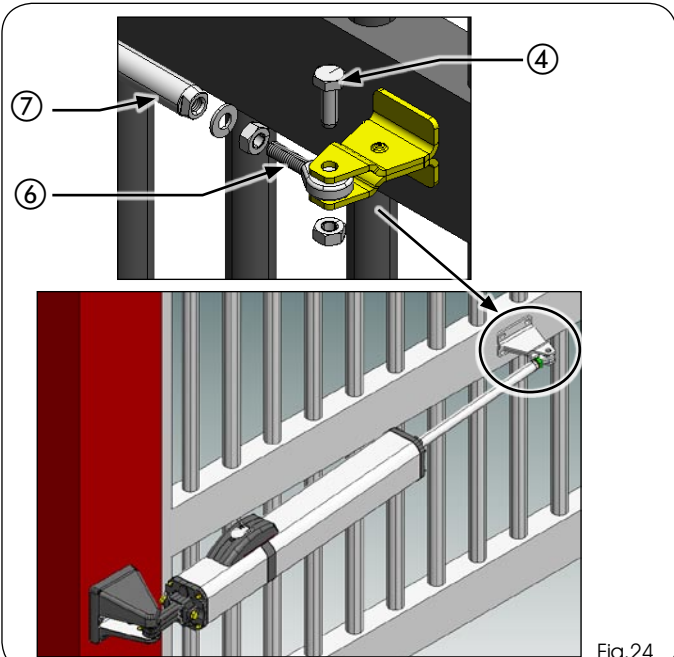

Fig.24
2. Enlever la vis indiquée sur la Fig. 24 réf. ④ de la patte d'attache antérieure
3. Démontez l'articulation (Fig.24 réf. ⑥) de la tige de l'opérateur (Fig. 24 réf. ⑦).